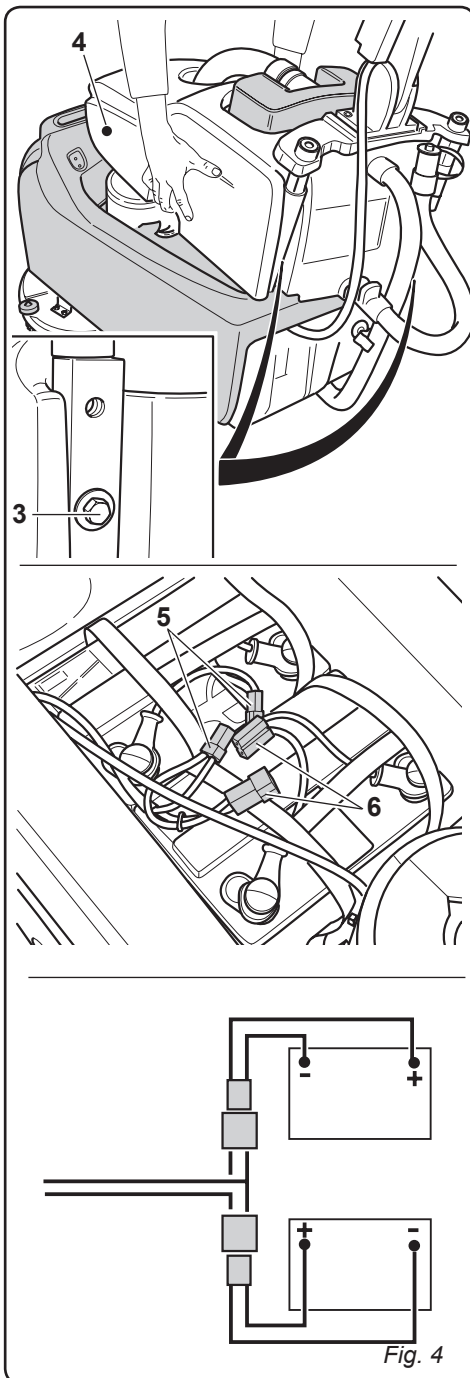

Fig. 4
3.1.b - Collegamento batterie (solo per versione CB) (Fig. 4)
- Svitare le viti (3) che fissano il serbatoio (4) al supporto maniglione.
- Rimuovere il serbatoio (4) dell'acqua di recupero e collegare i connettori (5) e (6) delle batterie.
- Rimontare il serbatoio (4) dell'acqua di recupero.